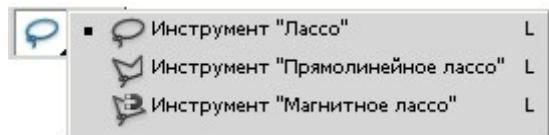

Рисунок 30. Инструменты из группы Лассо.
- инструменты выделения от руки, например, **Lasso (Лассо)**. Такие инструменты используются для выделения объектов сложной формы путем их обводки (рис. 30).